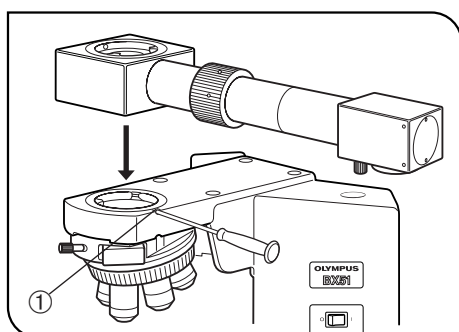
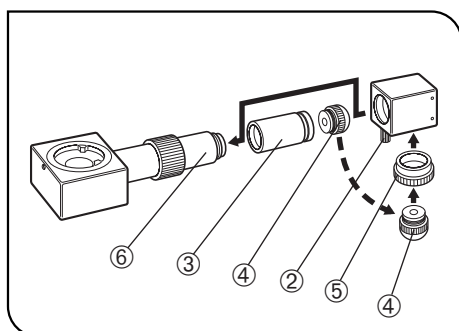

Abb. 1
Abb. 2
(Abb. 1)
1. Die Feststellschraube ① am Mikroskopstativ mit dem im Lieferumfang des Mikroskopstativs enthaltenen Sechskant-Schraubendreher vollständig lösen.
3. Die Ringschwalbe so drehen, daß das Spiegelgehäuse der Zeicheneinrichtung - von der Vorderseite des Mikroskops aus betrachtet - entweder nach rechts oder nach links weist. (Abb. 1 zeigt die rechtsseitige Installation).
4. Die Feststellschraube ① mit dem Sechskant-Schraubendreher fest anziehen.
★ Der Linsenadapterrahmen (⑤ in Abb. 2) sollte nicht verwendet werden, da er Vignettierungen des gezeichneten Bildes verursacht.
(Abb. 2)